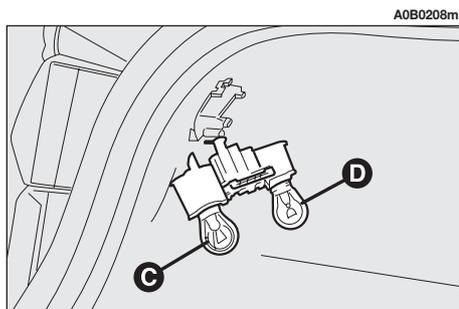

fig. 46
– Rimuovere e sostituire la lampada interessata (di tipo sferico con innesto a baionetta) spingendola leggermente e ruotandola in senso antiorario (**fig. 46**).